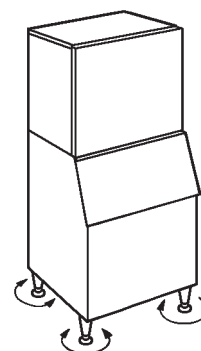

Afb. 4
4) Bevestig de ijsmachine aan de bunker met behulp van de twee bevestigingsbeugels en de twee bouten die zijn meegeleverd. Zie afb. 4.